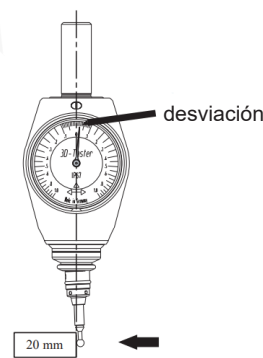

Fig. 7
- Lea la desviación entre el indicador y la escala "0" del comprobador 3D (Fig. 7).